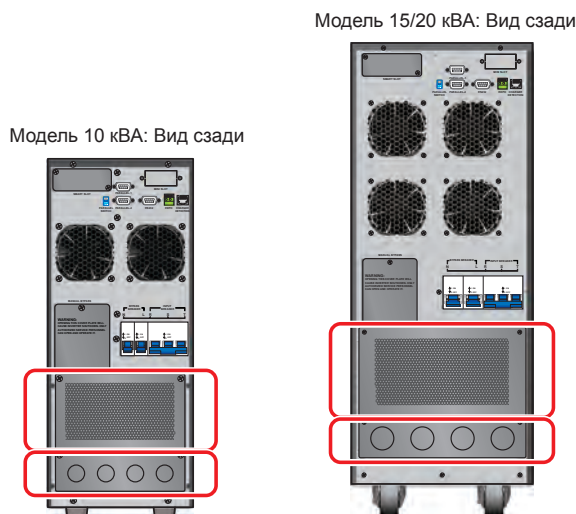
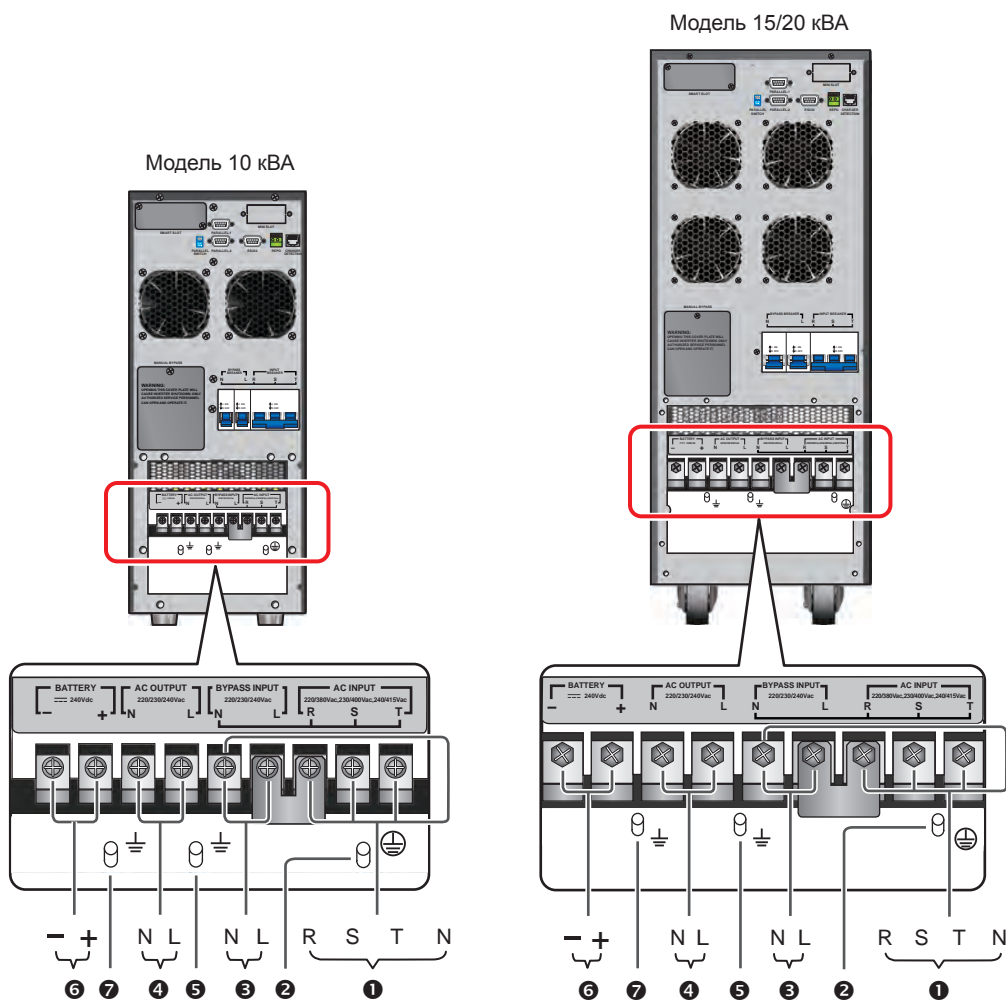

Рис. 6-10. Местоположение защитных панелей
Рис. 6-12. Блок зажимов
- 1 Снимите защитные панели, показанные на **Рис. 6-10**, за ними находится блок зажимов для подключения, представленный на **Рис. 6-12**.
2) Уточните по **Рис. 6-12** порядок подключения проводников к зажимам.